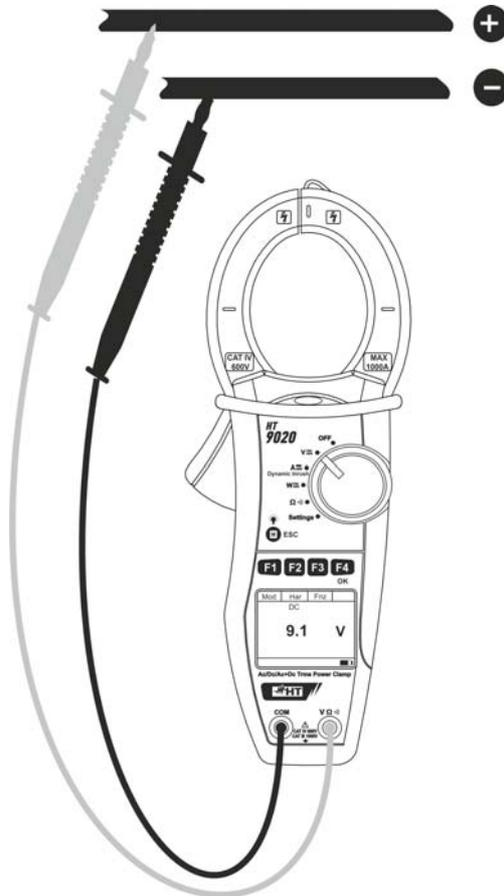

Fig. 5: Misura di Tensione DC
4. Inserire il cavo rosso nel terminale di ingresso **VΩ $\frac{1}{1}$** ) e il cavo nero nel terminale di ingresso **COM** e posizionare i puntali nei punti desiderati del circuito in esame (vedere Fig. 5)